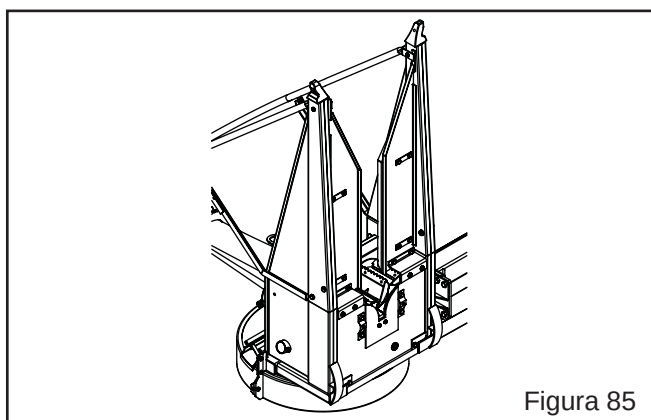

Figura 85
- Incline a colhedora de forragem, a 90°. Para isso, desacople o terceiro ponto da colhedora, e erga o hidráulico do trator de forma que a colhedora incline para trás até encostar no chão (Figura 85);